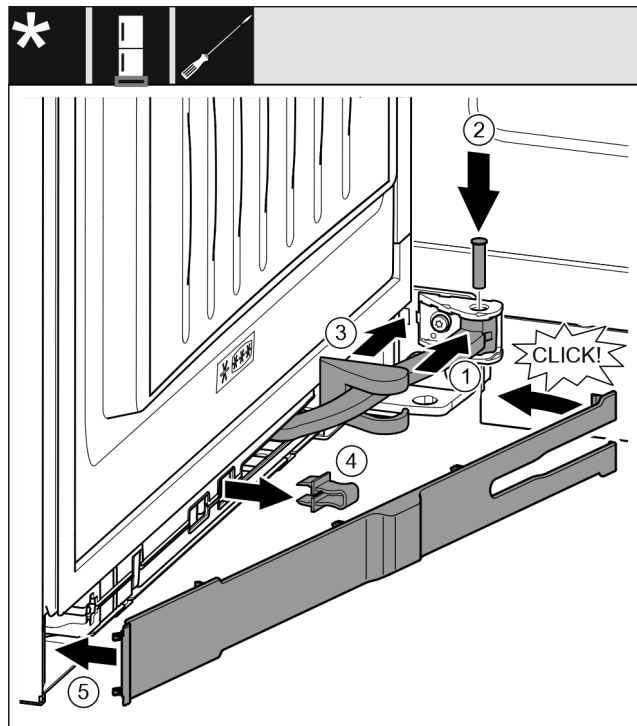

Fig. 69
- Tourner la jointure Fig. 69 (1) dans la fixation.
- Insérer l'axe Fig. 69 (2) dans la fixation et la jointure avec un tournevis. Veiller à ce que l'ergot soit bien en place dans la rainure.
- Faire glisser le cache du support de palier Fig. 69 (3) le long de la jointure et le monter au-dessus de la fixation.
- Retirer la fixation Fig. 69 (4).
- Placer le cache Fig. 69 (5) côté poignée et le faire basculer vers l'intérieur.